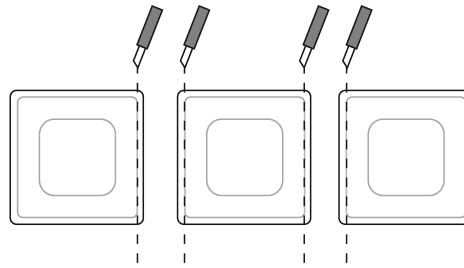

Bild 3: Beschneiden der Klebepads bei Mehrfachkombinationen
- i** Bei Mehrfachkombinationen zusammenstoßende Seiten mit Lineal und Cuttermesser abschneiden. (siehe Bild 3).